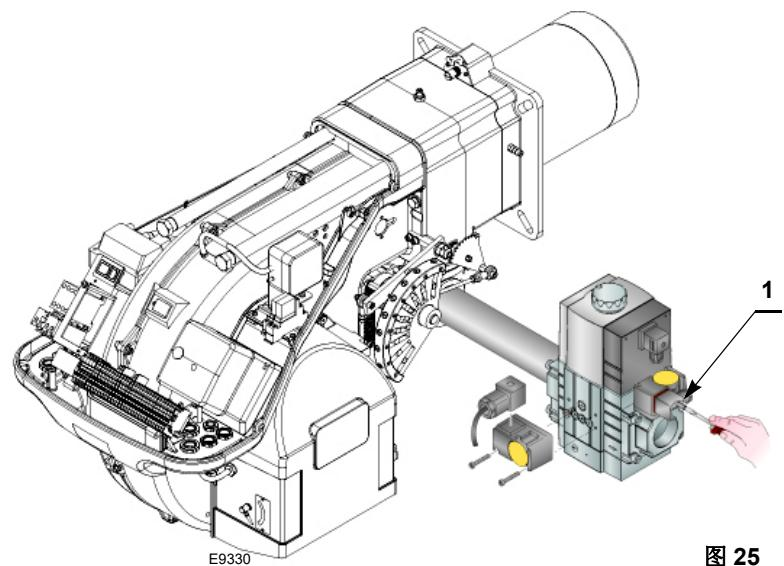

图 25
- 将压力表连接到最小燃气压力开关的压力测试点 1) (图 25)，以检查燃气供应压力，此压力必须低于燃气阀组所允许的最大压力，详见燃气阀组铭牌。
- 排尽燃气管路中的空气，连接一根塑料管到最小燃气压力开关的压力测试点 1)(图 25) 处。